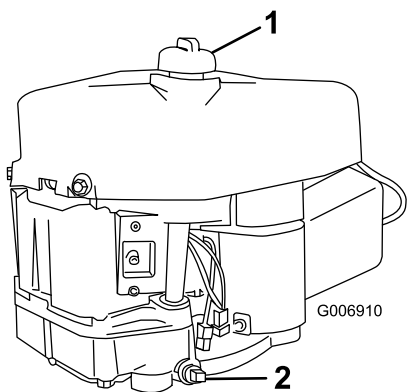

Figure 18
- Placez un bac de vidange sous le bouchon de vidange et retirez ce dernier (Figure 18).
- Versez lentement environ 80 % de la quantité d'huile spécifiée dans le trou de remplissage (Figure 18). Vérifiez le niveau d'huile (voir 4 et 5 dans Contrôle du niveau d'huile).
6. Versez lentement environ 80 % de la quantité d'huile spécifiée dans l'orifice de remplissage (Figure 18). Vérifiez le niveau d'huile (voir 7 et 8 dans Contrôle du niveau d'huile).